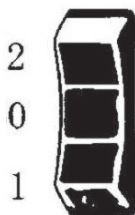

fig 1
4.4. Ajuste de la temperatura. La temperatura deseada se puede ajustar con el interruptor (fig 1). La temperatura ideal debe ser determinada primero realizando una prueba. Por lo tanto, debe comenzar con un ajuste de baja temperatura. Las temperaturas especificadas en los ejemplos ilustrados de uso son valores recomendados que pueden variar dependiendo de las propiedades de la pieza de trabajo. La distancia entre la boquilla y la pieza de trabajo depende del material a procesar.